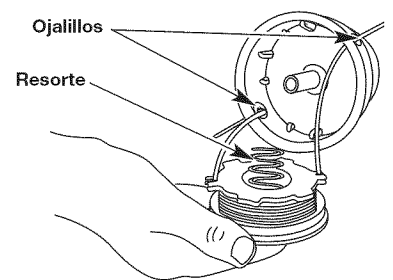

Fig. 21
13. Inserte los extremos partidos de la línea a través de los ojajillos de la bobina exterior y coloque el carrete interior con el resorte dentro de la bobina exterior (Fig. 21). Empuje el carrete interior y la bobina exterior entre sí.
5. Inserte los extremos de la línea en los ojajillos de la bobina exterior (Fig. 21).